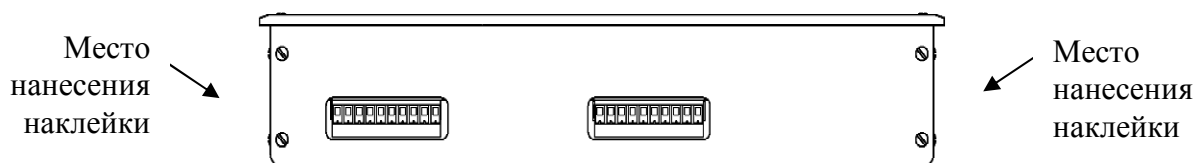

Рисунок 2 - Схема пломбирования БЗП-09-07
- для БЗП-09-07 при помощи наклейки с оттиском клейма изготовителя на боковой стороне блока в месте соединения боковой крышки с корпусом (рисунок 2);